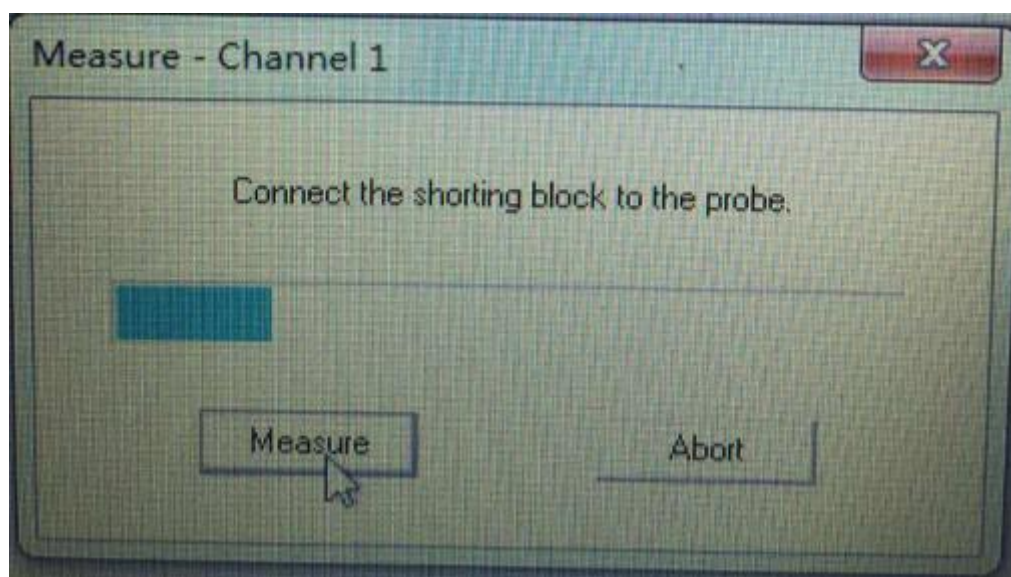

图 12.校准
- 1) **【空气】**: 将探头底部暴露于空气中，如图 12 所示，点击屏幕上的 **【Measure】** 按钮，等待几秒钟，待测量完成后进入下一步；